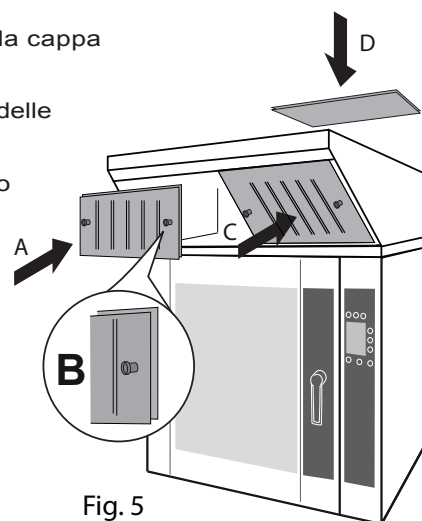

Fig. 5
1. Inserire il pannello posteriore nell'apposita guida (Fig. 5/A) con l'aiuto delle impugnature (Fig. 5/B)
2. Inserire il due pannelli anteriori nell'apposita guida (Fig. 5/C) con l'aiuto delle impugnature (Fig. 5/B)
3. Inserire il filtro superiore e fermarlo con l'apposito blocco (Fig. 5/D).
1. Sollevare i filtri anteriori e rimuoverli dalla propria guida (Fig. 5/C).
2. Sollevare il filtro posteriore e rimuoverlo dalla guida (Fig. 5/A).
3. Ruotare il blocco di fissaggio e rimuovere il filtro superiore (Fig. 5/D).